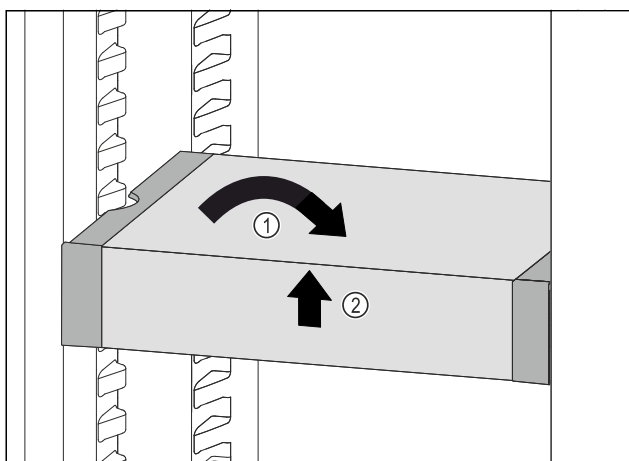

Fig. 85
- 将 VarioSafe 放平。Fig. 85 (1)
- 抬起 VarioSafe 前部。Fig. 85 (2)